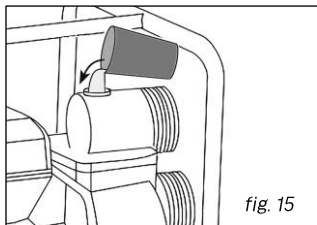

fig. 15
3. Retirez le bouchon d'amorceur du dessus de la pompe et rincez les composants internes de la pompe au moyen d'eau propre (fig. 15).